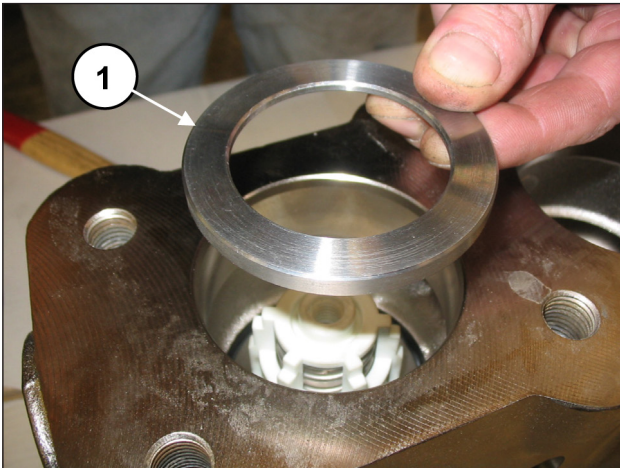
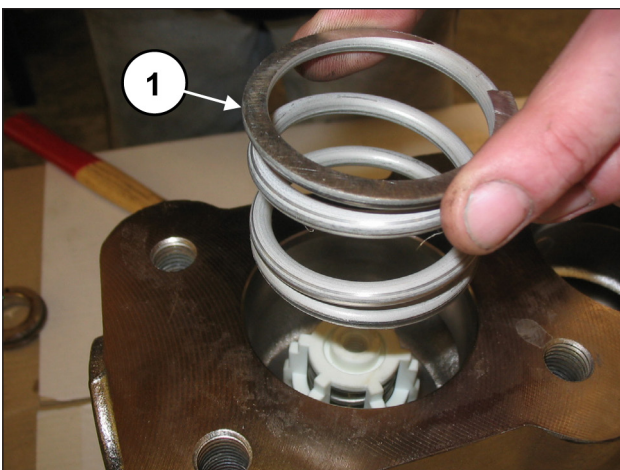

Abb. 129
Abb. 130
Setzen Sie den Ring des Ventilsitzes (Pos. ①, Abb. 129) und die Feder ein (Pos. ①, Abb. 130).